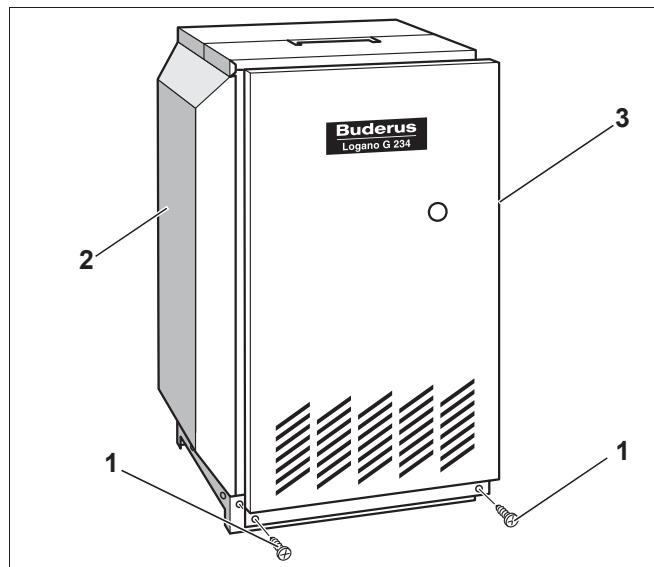

Рис. 8 Демонтаж передней стенки котла
- Вывернуть фиксирующие винты (рис. 8, **поз. 1**) передней стенки (рис. 8, **поз. 3**).
- Снять переднюю стенку котла (рис. 8, **поз. 3**). Для этого ее нужно немного приподнять и снять, подав на себя.